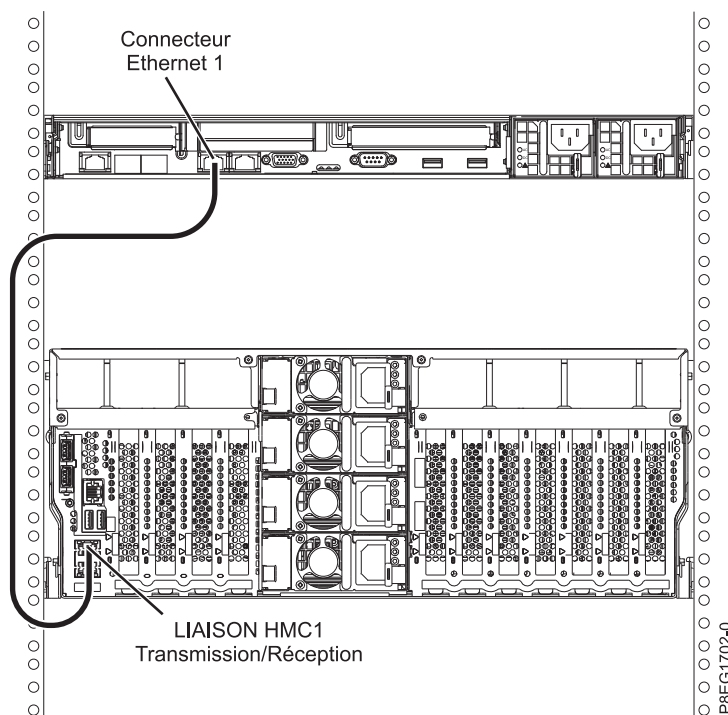

Figure 13. Connexion de la console HMC au système géré
1. Si vous souhaitez connecter directement la console HMC au système géré, reliez le **connecteur Ethernet 1** de la console HMC au port **HMC1** du système géré. Voir figure 13.